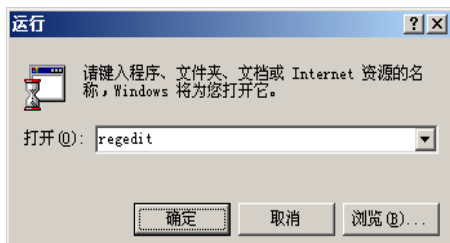
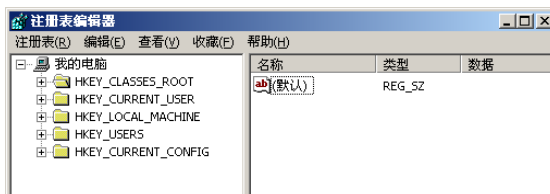

图 15-21 “运行”对话框中键入“regedit”
图 15-22 注册表编辑器
(1) 从 Windows 的开始菜单中选择【运行】选项，在打开的【运行】对话框中键入【Regedit】，如图 15-21 所示，然后按下回车键，则打开 Windows 自带的注册表编辑器，如图 15-22 所示。